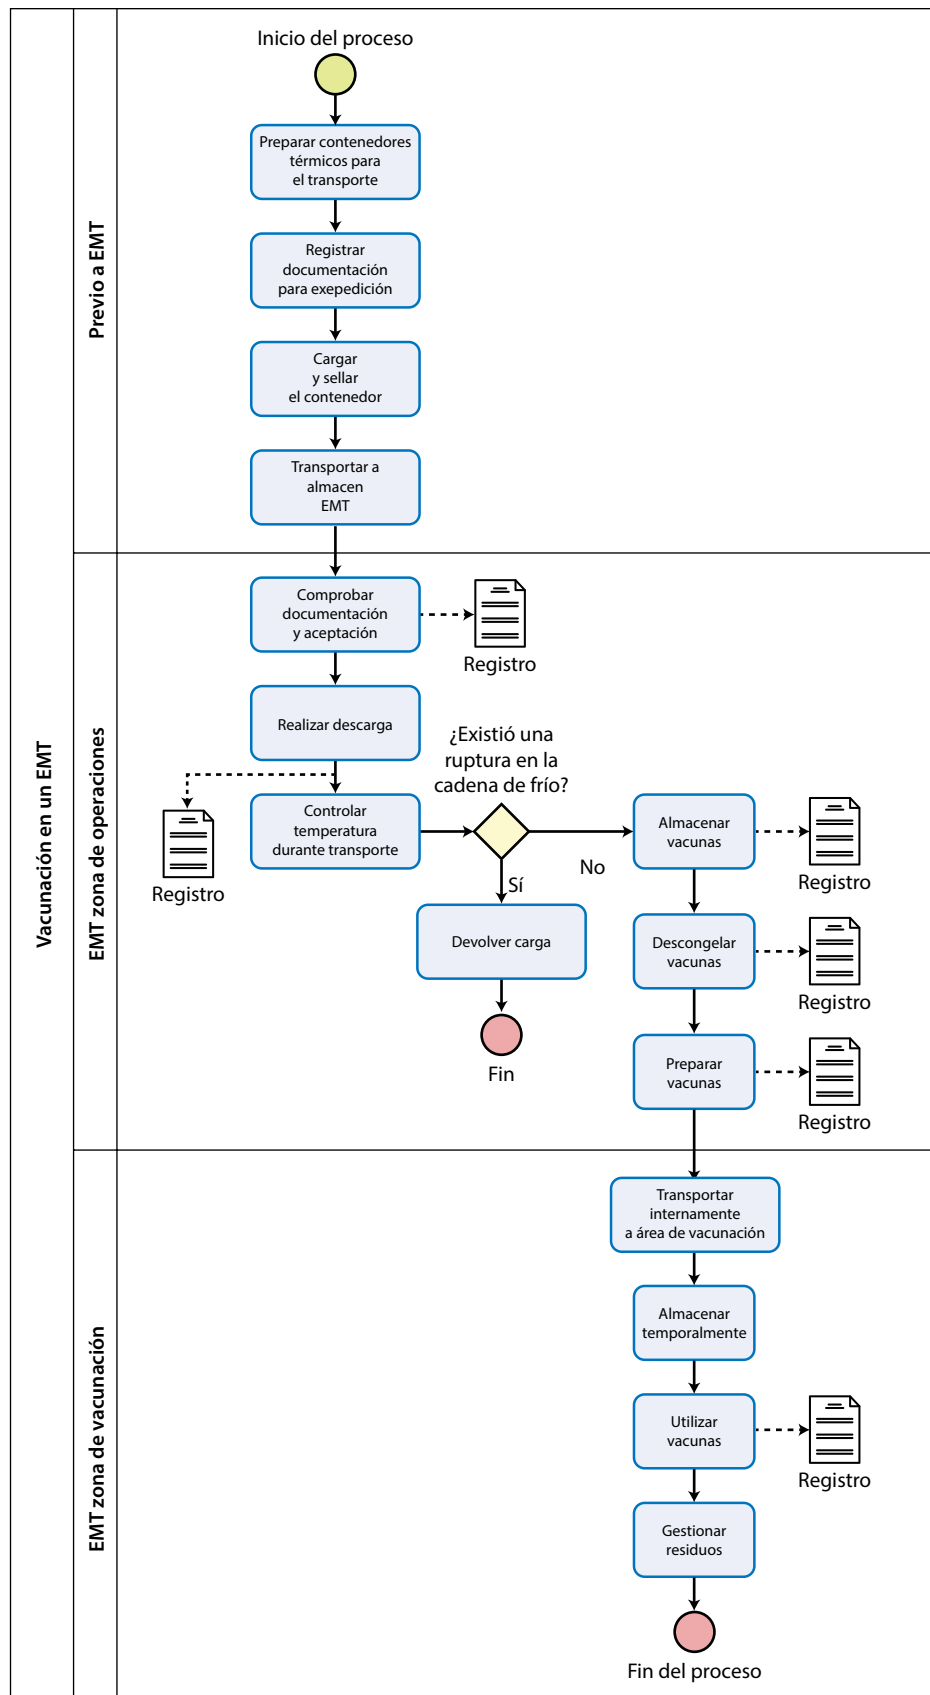

Figura 4. Diagrama del flujo de la vacuna
- Las salas y los equipos tienen que estar adaptados al estado y la conservación de la vacuna. Para facilitar la adaptación del diagrama de la figura 4 a la realidad, se pueden colorear los cuadros de dicho diagrama con un color específico dependiendo de qué rango de temperatura de conservación de la vacuna se utiliza en ese paso del proceso, y así entender mejor las necesidades de diseño de las salas y equipamientos necesarios para que se pueda conservar la cadena de frío de manera correcta. El uso de carteles con el color específico de rango de temperatura en equipos y salas, pueden ayudar para comprender otros aspectos, como los EPP que se tienen que llevar cuando se trabaje con estos equipos o en estas salas.